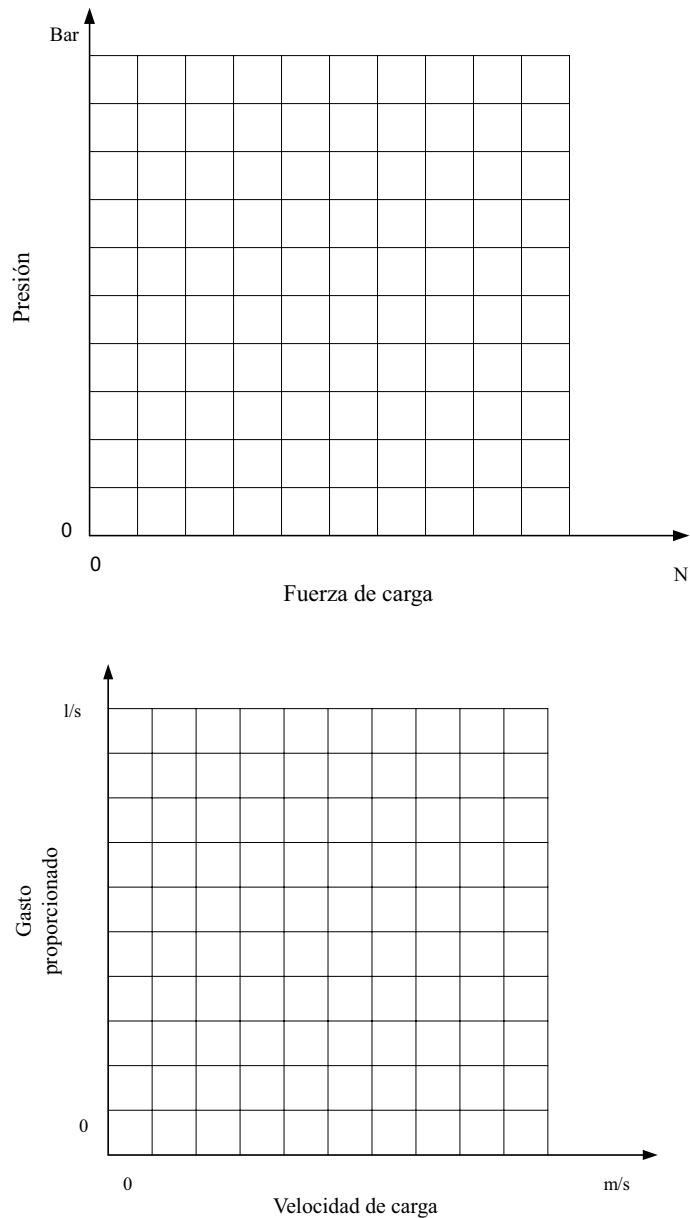

Figura 3.2. Ejes coordenados para gráficas de P/F y Q/V.
9. Graficar el promedio de la presión respecto a la fuerza de carga, y el gasto proporcionado respecto a la velocidad en los ejes mostrados en la figura. 3.2. Rotular una escala adecuada.